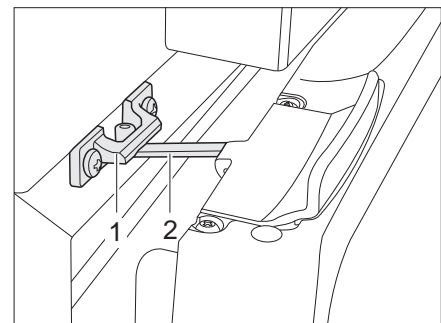

Bild 235 Kühlschranktür in Lüftungsstellung (Thetford)
- Verriegelung (Bild 235,2) aufklappen und in der Verriegelungsaufnahme (Bild 235,1) einrasten. Die Kühlschranktür bleibt damit leicht geöffnet.